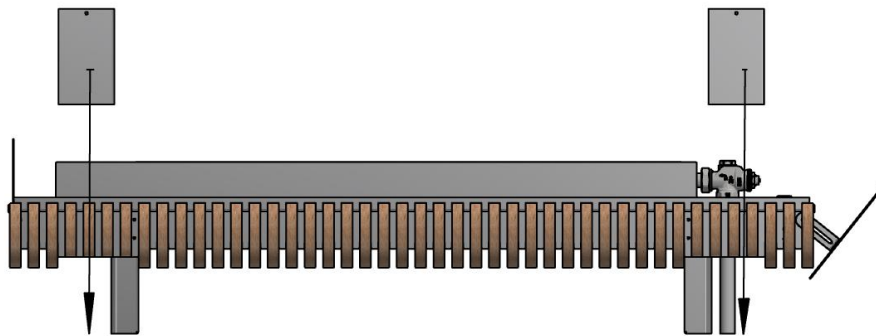

Рисунок 6
5) установите занавесы, опустив их сверху в окна (рис. 6);